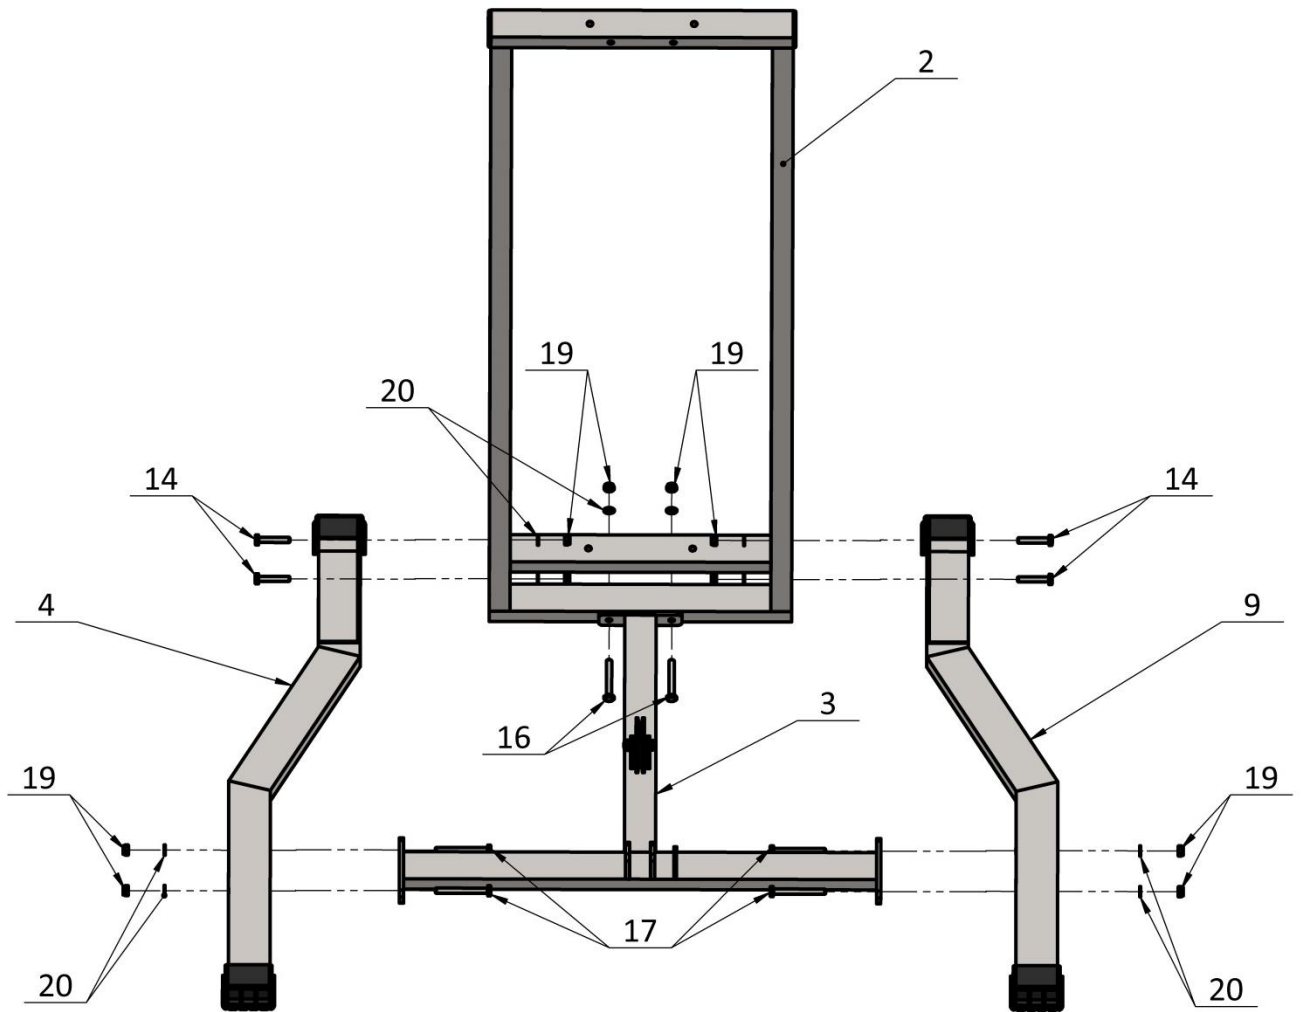

Рис.1
1. К раме грузоблоков (2) прикручивается поперечина передняя (3) на комплект крепежа из двух болтов М10х80 (16), двух гаек М10 (19) через две шайбы D10 (19). Далее к собранно конструкции прикручиваются опоры (4 и 9): к раме грузоблоков (2) на болты М10х60 (14), гайки М10 (19) через шайбы D10 (20); к поперечине передней (3) на болты М10х100 (17), гайки М10 (19) через шайбы D10 (20). (Рис.1).